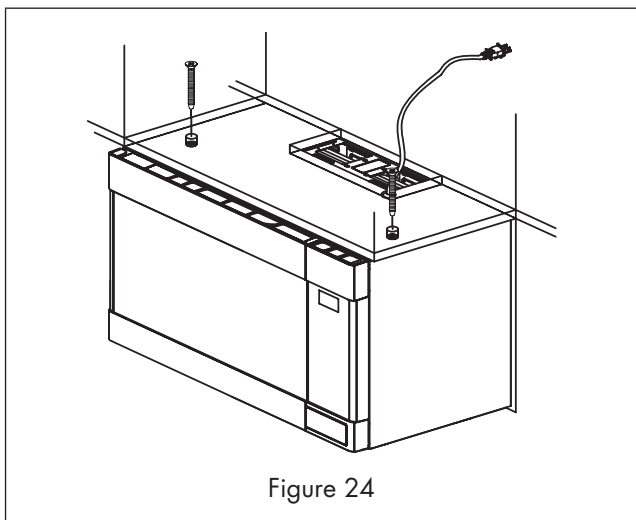

Figure 24
- Serrez les boulons jusqu'à ce que l'écart entre l'armoire et le four à micro-ondes se referme complètement. Voir la Figure 24.